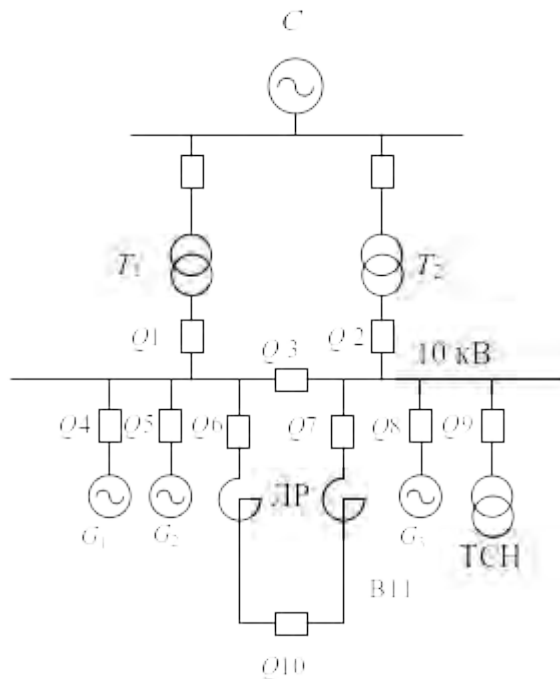

Рисунок 4. Схема для практической работы «Определение токов для проверки выключателей по режиму короткого замыкания»
• Определение токов для проверки выключателей по режиму короткого замыкания. Для станции, схема которой приведена ниже (Рисунок 4), определить ток для проверки выключателей по режиму короткого замыкания, обосновать принятое решение.